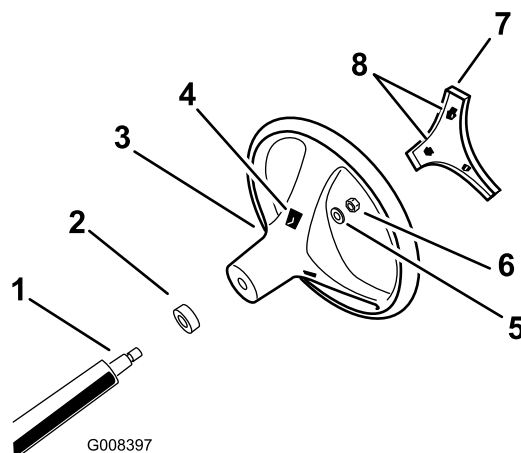

Figure 3
4. Fixez le volant sur l'arbre au moyen d'un contre-écrou serré à un couple de 24 à 29 N·m (18 à 22 pi-lb), comme montré à la Figure 3.
5. Placez les languettes du couvre-moyeu en face des fentes dans le volant et enclenchez le couvre-moyeu sur le moyeu du volant (Figure 3).